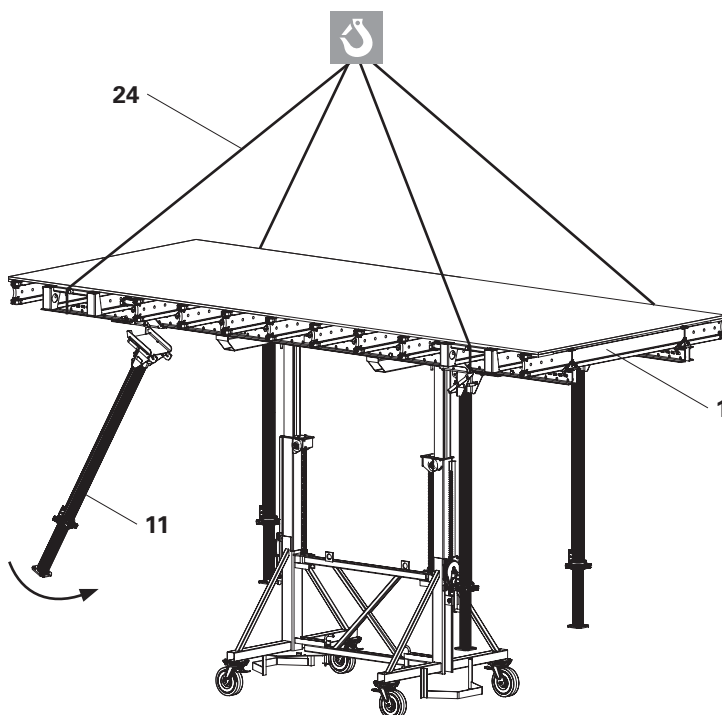

Fig. A2.04
5. Ripetere i passaggi 3 e 4 con i restanti puntelli MULTIPROP MP (11). (Fig. A2.04)
6. Trasportare il tavolo per solai (1) nel luogo di utilizzo.